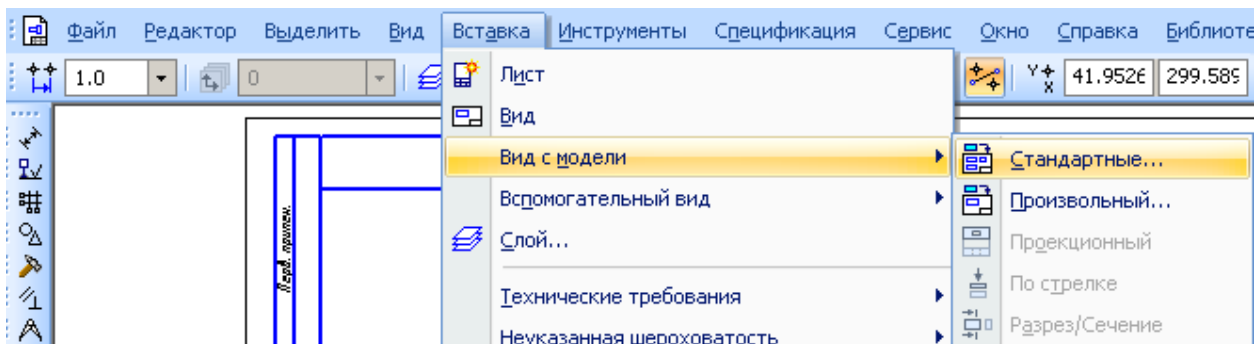

Рисунок 58
- 2) Из стандартной панели в меню Вставка выбрать строку Вид с модели → Стандартные (Рисунок 58). В менеджере открытия файла выбрать папку хранения файла модели, курсором указать файл модели и Открыть.